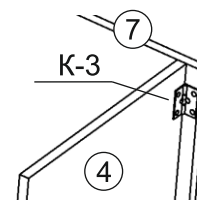

Рис. 3
- Дет. 4 крепить к дет. 7 при помощи петель картонных (К-3) и саморезов 4x16 (рис. 3).